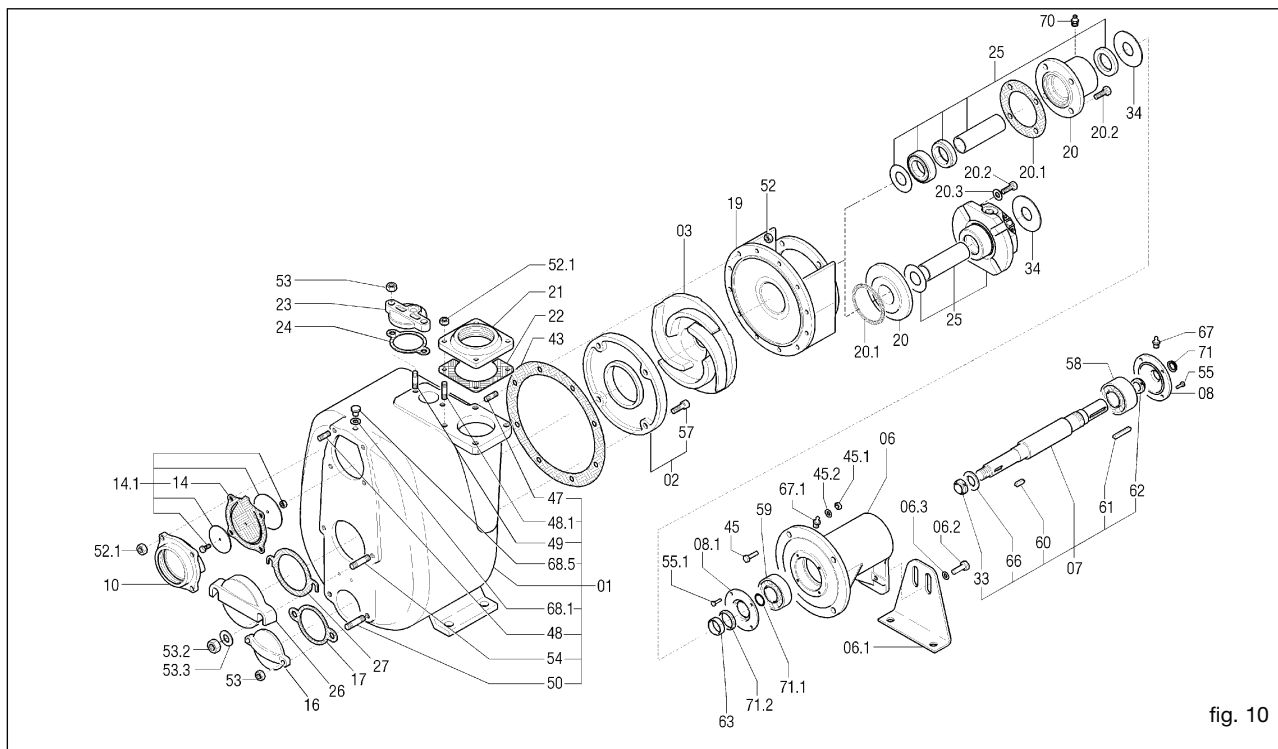

fig. 10
La tubería de aspiración debe tener un diámetro igual al de la boca de aspiración de la bomba (para diámetros superiores consultar a Varisco). Evitar, si posible, curvas, codos o estrangulamientos que puedan limitar el flujo de líquido a la bomba. No montar la válvula de fondo: la bomba cuenta con una válvula antirretorno (14) (fig. 10) incorporada. Instalar la bomba lo más cerca posible al líquido que se bombea, tratando, donde sea posible, de disminuir el largo de la tubería de aspiración. Las conexiones de las tuberías de aspiración deben ser completamente estancas: controlar las roscas, las guarniciones de las bridas, los acoplamientos rápidos, etc.
Como ejemplo se incluye un dibujo de despiece (fig. 10).
13.2 Sustitución de la rueda de álabes (fig. 10)
- Desenroscar las tuercas (52) y sacar el cuerpo de la bomba, tratando de no dañar la junta (43).
- Parar la rueda de álabes (03) y desenroscar la tuerca autobloqueante (33).
- Eventualmente reemplazar la guarnición (43).
13.3 Sustitución del plato de desgaste (fig. 10)
- Desenroscar las tuercas (52) y sacar el cuerpo de la bomba, tratando de no dañar la junta (43)
- Destornillar los tornillos de cabeza hexagonal (57)
- Sacar y sustituir el plato de desgaste (02)
- Eventualmente reemplazar la guarnición (43)
13.4 Sustitución de la válvula (fig. 10)
- sacar el portaválvula (10)
- limpiar el alojamiento de la válvula del portavalvola (10) y reensamblarlo
13.5 Sustitución de la junta estanca tipo 1 - 2 - 3 (referencia fig. 10,11,12)
- Parar la rueda de álabes (03) y desenroscar la tuerca autobloqueante (33)
- sacar el portamotor (19). Junto a este sale automáticamente la parte rotatoria de la junta estanca (40) montada en el distanciador (31)
- sacar del portamotor la guarnición fija (39) y la relativa guarnición (38)
- sacar el sello de aceite (41)
13.6 Sustitución de la junta estanca tipo 4 - 5 (referencia fig. 10, 13, 14, 15, 16)
- Destornillar las tuercas (52) (fig. 10) y sacar el cuerpo de la bomba, tratando de no dañar la junta (43).
- En todos los modelos la distancia entre el extremo de los álabes de la rueda de álabes y el plano del plato de desgaste debe estar entre 0,3 - 0,6 mm (fig. 19). En el modelo 12" la distancia requerida entre rueda de álabes y los platos de desgaste anteriores y posteriores deben estar entre 0,6 - 1 mm (fig. 22). Para conseguir esto, las cotas A y B de la fig. 17, 18, 20, 21 tiene que ser lo más posible pares. Con tal objetivo se usan los anillos de compensación (25.2) (fig. 11) suministrados con la junta estanca de repuesto. Tales anillos sirven para desplazar hacia adelante la rueda de álabes en el caso que se encuentre demasiado lejos del plato de desgaste frontal o demasiado cerca del posterior (cuando previsto). Los anillos de compensación deben ser montados entre el anillo de sostén de la junta estanca (25.1) (fig.11) y la rueda de álabes. Ulteriores reparaciones pueden ser hechas con las guarniciones del cuerpo y del plato posterior. La interposición de la guarnición (43) (fig. 10) de espesor 0,5 mm determina la distancia requerida (fig. 19).
13.8 Manutención de los cojinetes (fig. 10)